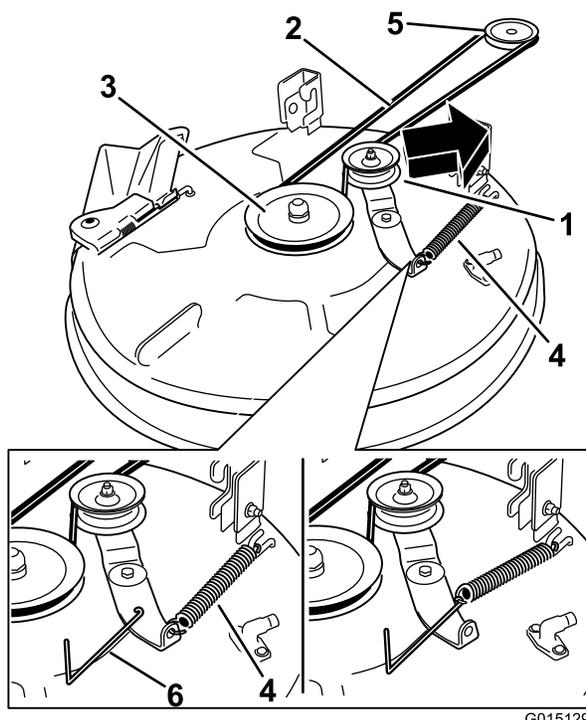

Bild 58
4. Entfernen Sie die Spannscheibenfeder mit einem Werkzeug zur Federentfernung (Toro Bestellnummer 92-5771) vom Mähwerkhaken, um die Spannung von der Spannscheibe zu nehmen, und rollen Sie den Riemen von den Spannscheiben (Bild 58).
5. Verlegen Sie den neuen Riemen um die Motor- und Mähwerkriemenscheiben (Bild 58).
6. Setzen Sie die Spannscheibenfeder mit einem Werkzeug zur Federentfernung (Toro Bestellnummer 92-5771) auf den Mähwerkhaken, um die Spannscheibe und den Mähwerkriemen zu spannen (Bild 58).